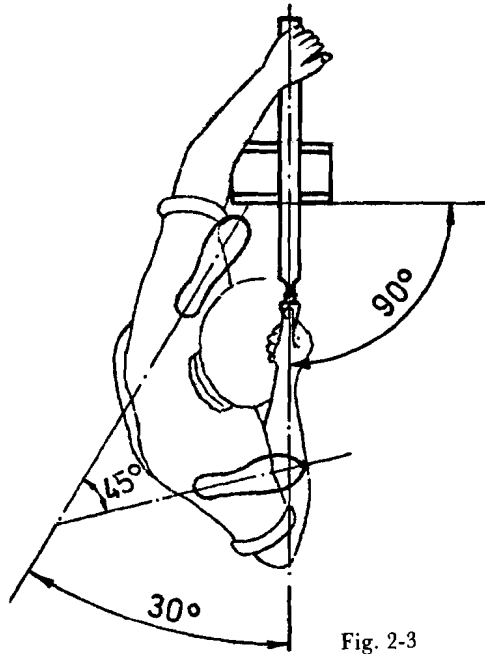

Fig. 2-3
1.3. Situación.—Situarse los pies según fig. 2.3, con el izquierdo aproximadamente en la vertical del tornillo de banco y colocar la mano izquierda sobre la lima según se observa en las figs 2.3 y 2.4.